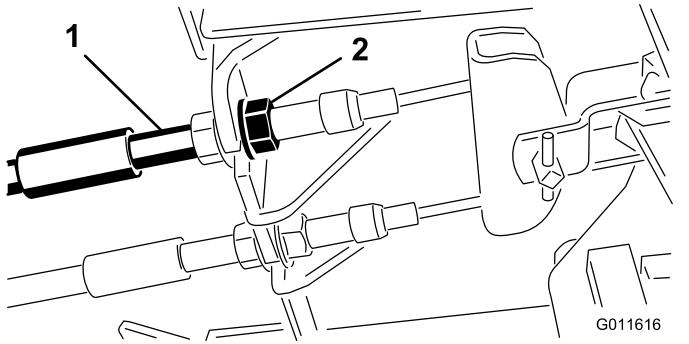

Рисунок 87
- Чтобы уменьшить свободный ход тормозных педалей, затяните тормоза, ослабив переднюю гайку на резьбовом конце троса тормоза (Рисунок 87).